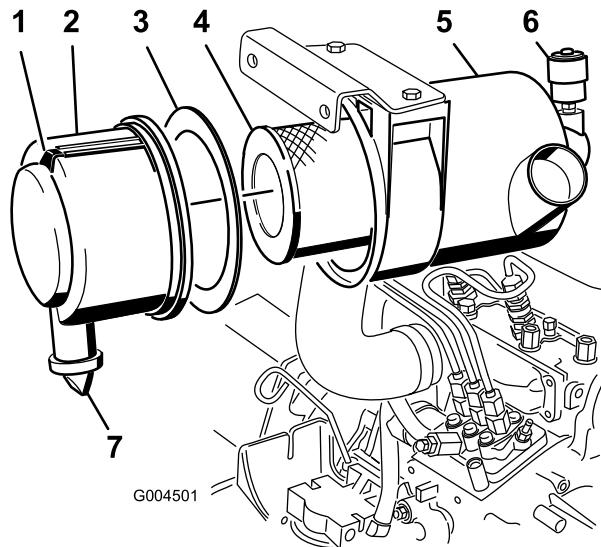

図 45
- エア・クリーナの整備はインジケータ(図45)が赤色になっていたら、または400運転時間ごと(非常にホコリのひどい場所で使っている場合にはよりひんぱんに)行ってください。エア・フィルタの整備のしすぎはかえってよくありません。
- ラッチを引いて外し、カバーを左にひねってボディーからはずす(図45)。
- ボディーからカバーを外す(図45)。
- 1次フィルタ(図45)を取り外して交換する。
- カバーの内側に発泡樹脂製のガスケットが正しく(破損せずに)ついていることを確認する(図45)。破損しているガスケットは交換する。
- カバーからゴム製の出口バルブを取り外す(図45)。
- インジケータ(図45)が赤になっている場合はリセットする。